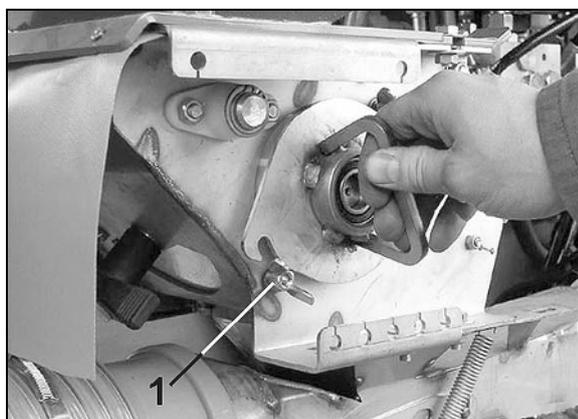

Fig. 91
3. Suelte las tuercas de mariposa (Fig. 91/1) sin desenroscarlas.